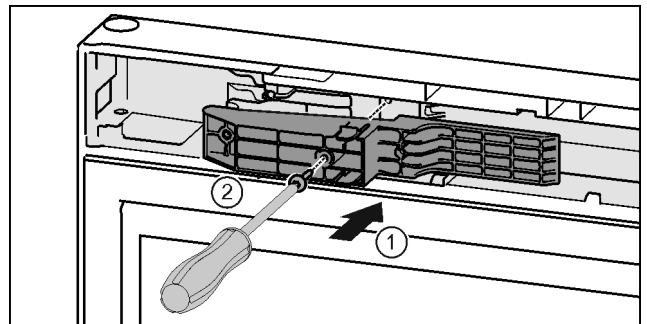

Fig. 47*
- ▶ Вставити деталь адаптера в отвір з боку ручки.* Fig. 47 (1)
- ▶ Закрутіть гвинти за допомогою викрутки T15.* Fig. 47 (2)